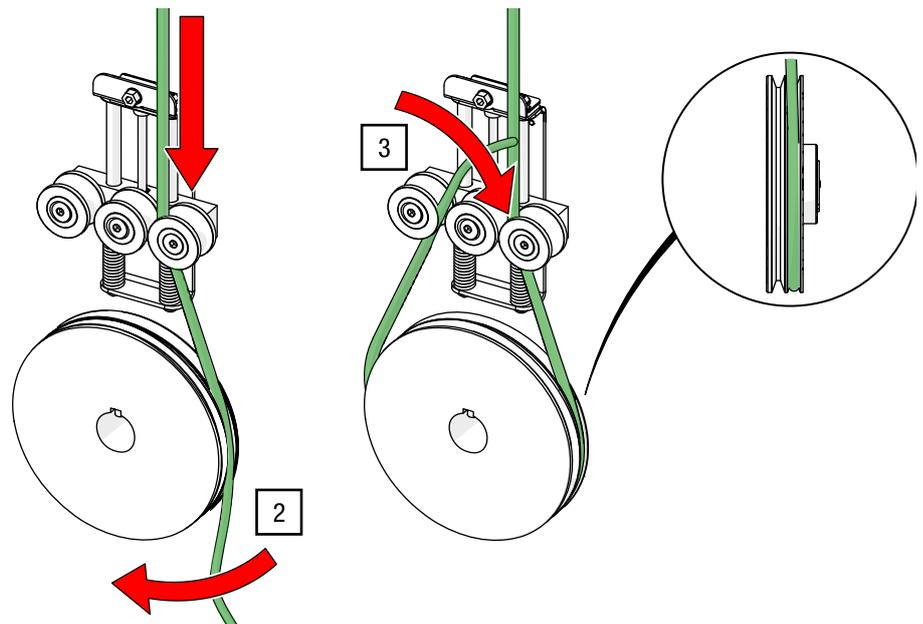

Abb. 125: Seil um innere Rille der Treibscheibe legen
2. Führen Sie das aus dem Schienenverlauf kommende Zugseil über die Innenseite der rechten Führungsrolle der Spanneinheit auf die innere Rille der Treibscheibe (siehe Abb. 125).
3. Führen Sie das Zugseil um die Treibscheibe herum und über die mittlere Führungsrolle der Spanneinheit zurück zur Treibscheibe (siehe Abb. 125).